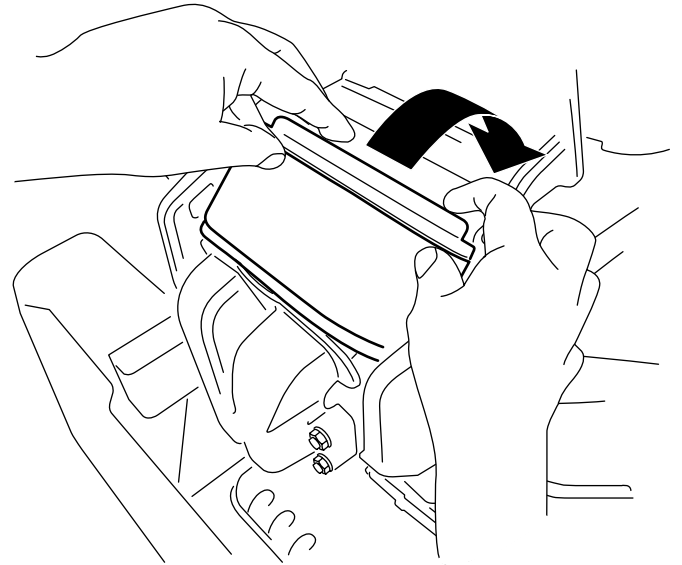

Figura 36
3. Introduzca el filtro en la cámara, girándolo para asentarlo correctamente contra el colector (Figura 36).